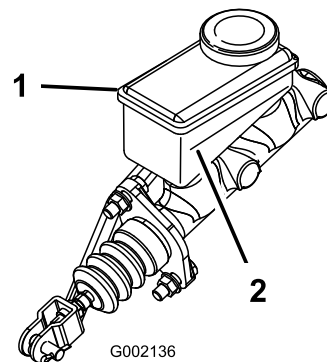

Figura 45
2. Observe o nível do fluido na parte lateral do reservatório (Figura 45).
- B. Adicione fluido dos travões DOT 3 ao reservatório até o nível do fluido estar acima da linha de mínimo (Figura 45).